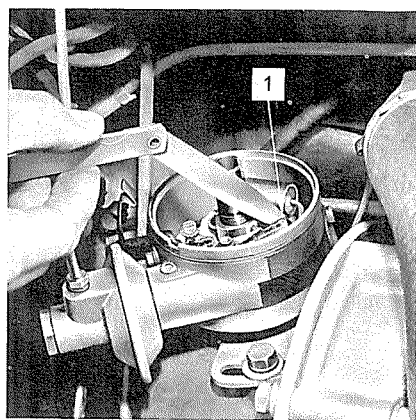

Figure 39 Vérification de l'écartement des contacts d'allumeur
2. Desserrez légèrement les deux vis de réglage. Insérez un tournevis dans les fentes de réglage et tournez pour obtenir l'écartement voulu. Cet écartement doit être de 0,6 à 0,7 mm. Voir la Figure 39.